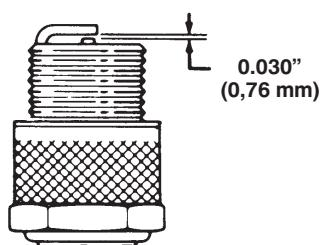

Figure 17
- Régler l'écartement des électrodes à 0,76 mm (0.030") (Fig. 17). Monter la bougie correctement réglée, munie de son joint, et la serrer fermement à 19 N·m (14 ft-lb).